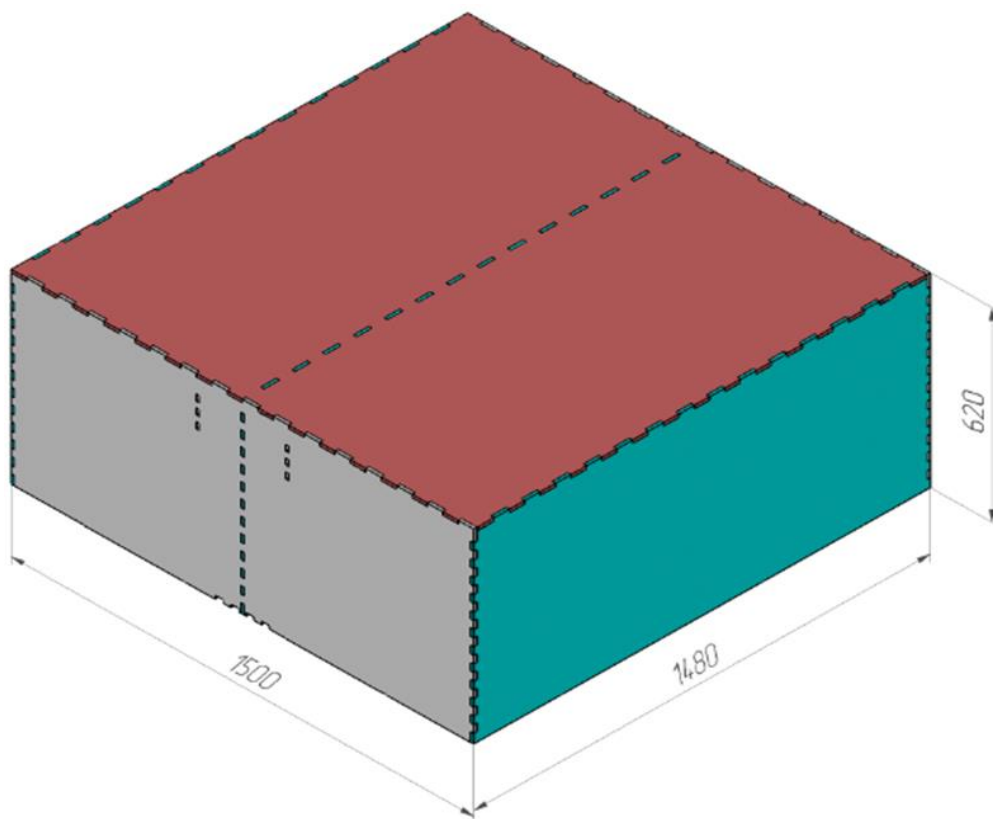

Рисунок 1.9 - Промежуточная платформа (габаритные размеры)
- 5.2.3. Промежуточная платформа (рисунок 1.9 и 1.10) предназначена для отработки движений мобильного робота в пространстве между препятствиями.